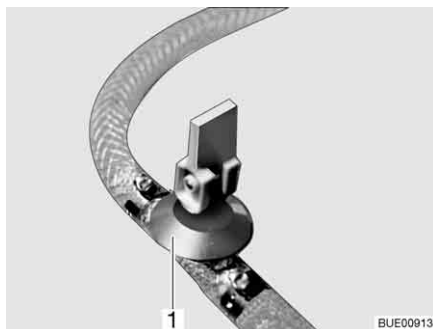
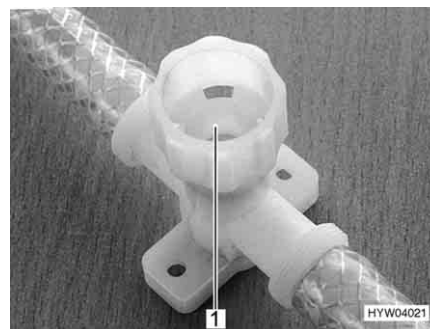

Fig. 174 Robinet de vidange (avec levier à bascule)
Fig. 175 Robinet de vidange (avec capuchon tournant)
- Fermer tous les robinets de vidange. Placer pour ce faire le levier à bascule (Fig. 174,1) à l'horizontale ou faire tourner le capuchon du robinet de vidange (Fig. 175,1) dans le sens des aiguilles d'une montre.